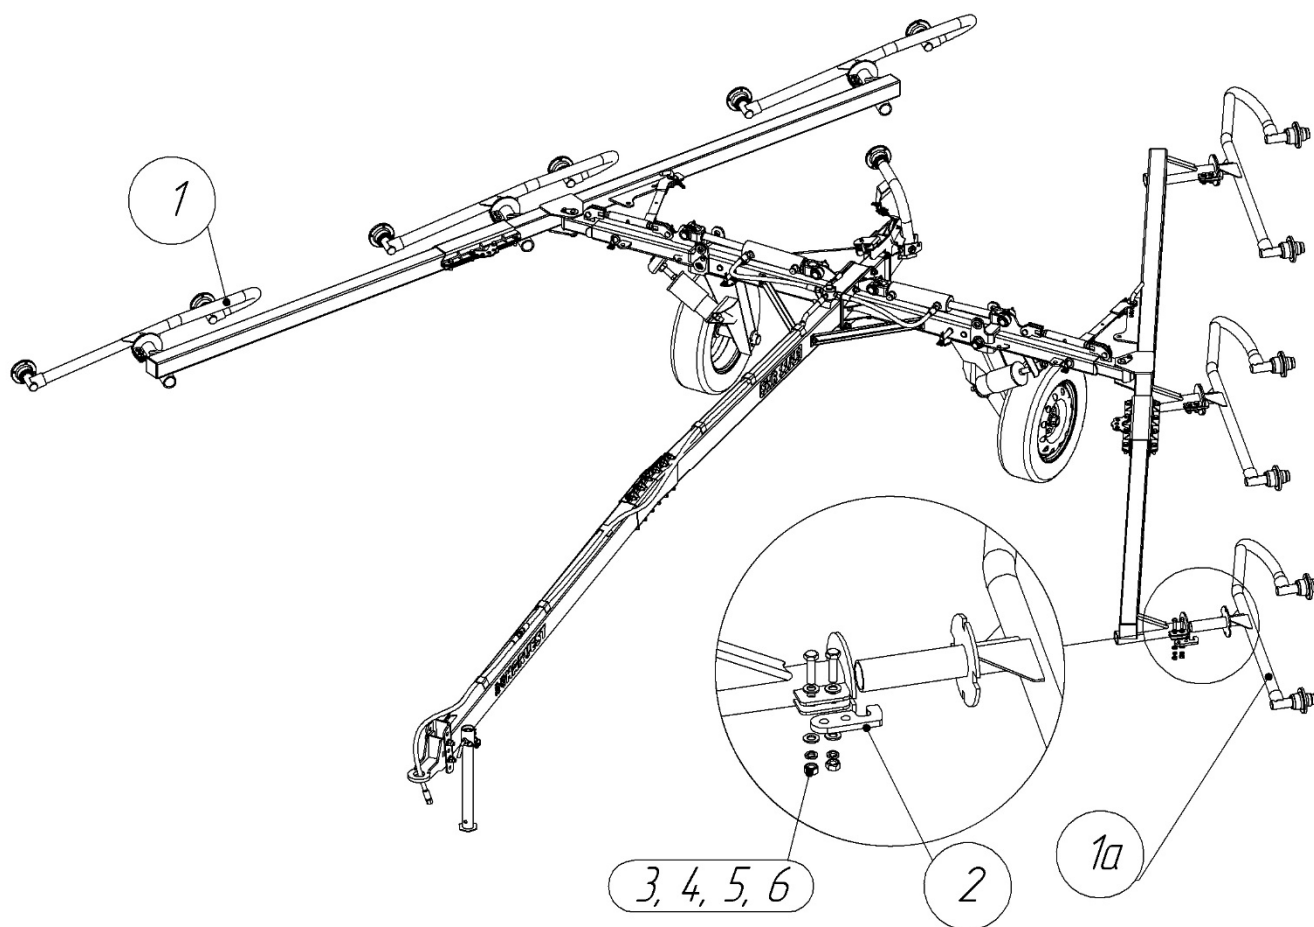

Рисунок 12 – Установка малого бруса
Установите брус малый (1a) в посадочное место на брус навески и зафиксируйте фланцевое соединение от поворота и вылета крючковым прижимом (2) застопорив болтами М12х45 (3, 4, 5, 6) (рисунок 12).